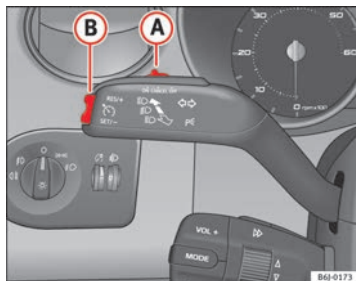

Fig. 112 Levier des clignotants et des feux de route : commande et touche basculante pour régulateur de vitesse
- Lorsque la vitesse à mémoriser est atteinte, appuyez une fois brièvement sur la partie inférieure de la commande à bascule **SET** ⇒ fig. 112 (B).